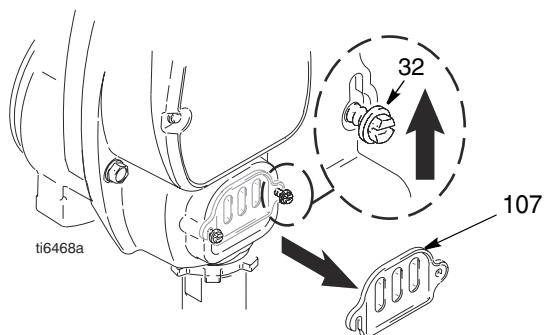

ABB. 15
4. ABB. 15. Zwei Schrauben (32) lösen und die Kolbenstangenabdeckung (107) abnehmen.